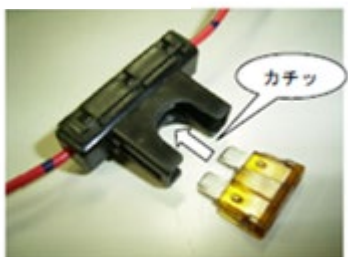

図3
- ③ヒューズ交換をする際は、カチッと音がするまで確実に挿入してください。(図3)